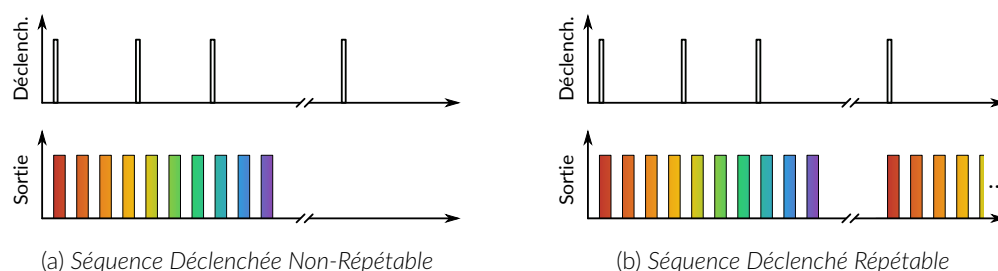

Figure 4.8 – Séquence du mode Ininterrompu
- **Ininterrompu** : ce mode active la séquence de canaux lorsqu'un signal d'entrée supérieure à 3,3 V est détectée par l'entrée BNC. Les impulsions d'entrée suivantes seront ignorées pendant l'exécution de la séquence (Fig. 4.8). Lorsque la case **Séquence(s) répétée(s)** est cochée, la séquence redémarre avec l'arrivée de la première impulsion d'entrée après la fin de la séquence (Fig. 4.8b). Ce mode est disponible pour les impulsions *Déclenché* uniquement.